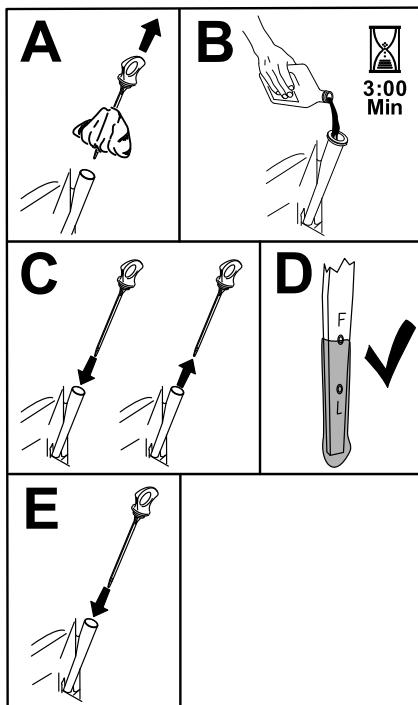

Figura 42
5. Versate lentamente circa l'80% dell'olio indicato nel tubo di rifornimento e sempre con cautela rabboccate l'olio necessario per portarlo alla tacca di **Pieno** (Figura 42).
3. Riempite la coppa dell'olio con olio nuovo adatto (Figura 42).